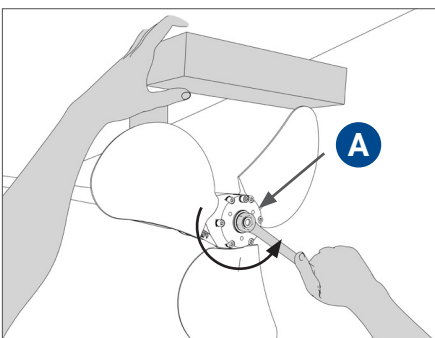
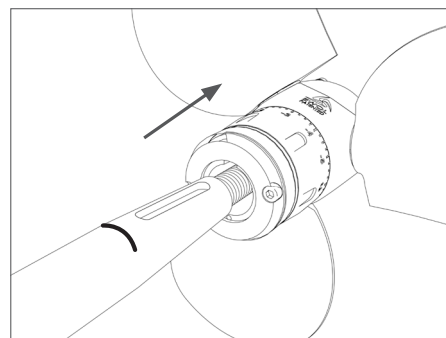

FIG. 10 | Svitare dado di serraggio
FIG. 11 | Estrarre l'elica dall'asse
- Svitare il dado di serraggio **A** (**Fig. 10**) ed estrarre l'elica (**Fig. 11**).